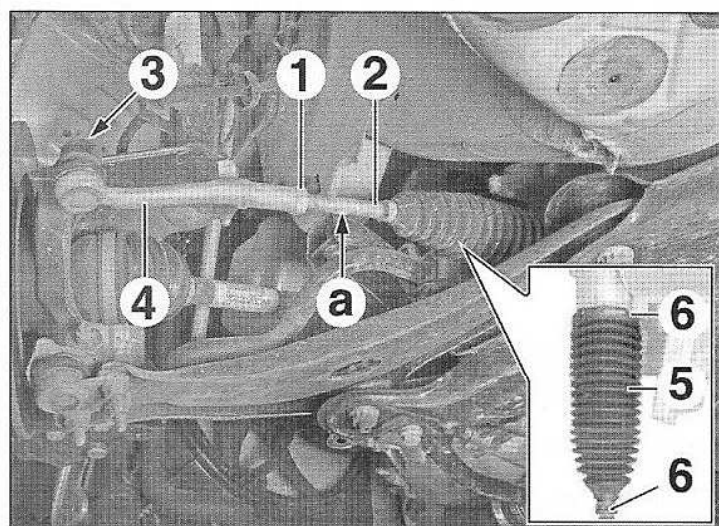

FIG.9
- Desserrer le contre-écrou (1) de réglage de parallélisme en maintenant la biellette de direction (2) en (a) à l'aide d'une clé plate (Fig.9).
- Déposer l'écrou (3).
- A l'aide de l'outil [1], désaccoupler la rotule de direction (4) du pivot.
- Dévisser la rotule de direction (4) en maintenant la biellette de direction (2) en (a) à l'aide d'une clé plate.